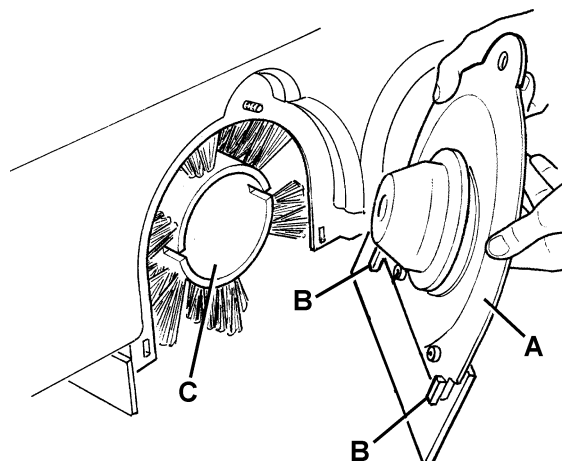

Рисунок 5
7. Снимите крышку основной щетки (А, Рис. 5), нажимая ее вниз, пока не отсоединятся фиксаторы (В).
8. Снимите основную щетку (С, Рис. 5).
12. Установите крышку основной щетки (А, Рис. 5), зацепив фиксаторы (В).